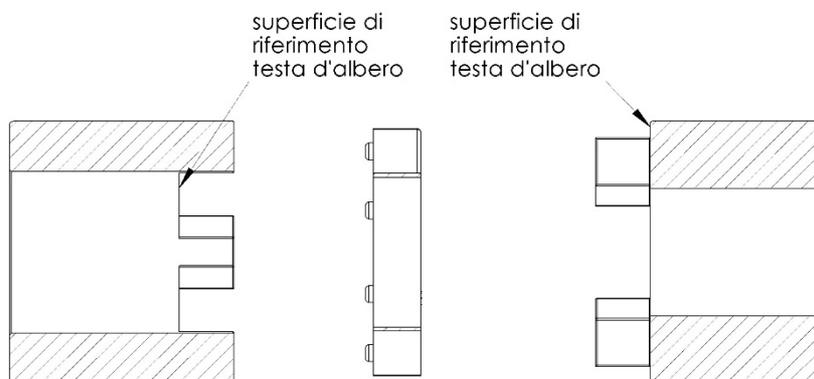

Fig.2
1. I semigiunti devono essere calettati completamente sugli alberi in modo che la testa degli alberi venga a trovarsi a filo delle rispettive superfici di riferimento, come illustrato in fig. 2.